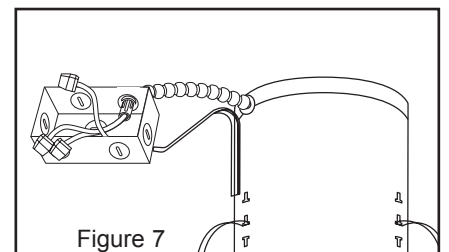

Figure 7
Step 2. Remove wiring box cover. Remove the appropriate knock-out to connect flexible metal conduit or non-metallic cable to wiring box with proper connectors (by others) (Fig. 7).
Paso 2. Quite la cubierta de la caja de conexiones (fig. 7). Quite el agujero ciego apropiado para conectar el conducto metálico flexible o el cable no metálico en la caja de conexiones con los conectores adecuados (de otros fabricantes).